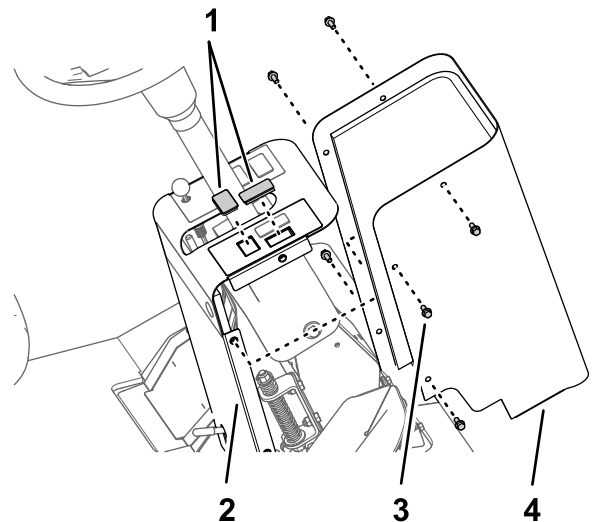

Figure 5
1. Retirez les 6 vis à embase (1/4 x 5/8 po) qui fixent le couvercle à la tour de direction, et déposez le couvercle (Figure 5).
2. En passant sous le panneau de la tour de direction, enlevez les 2 caches du panneau, comme montré à la Figure 5.